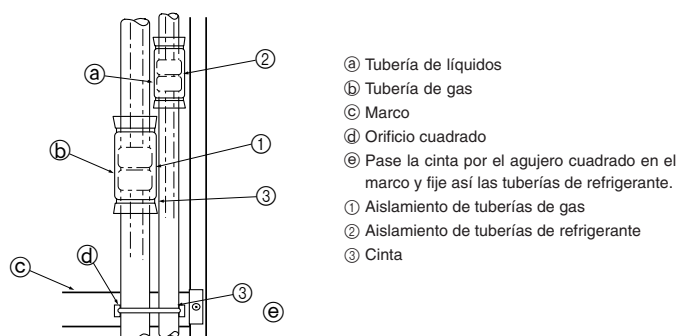

Fig. 4-5
Aísle completamente las uniones abocardadas ① y ② de los tubos de gas y refrigerante. Si alguna parte de las juntas queda expuesta puede haber condensación y goteo. (Fig. 4-5)
- Fije el aislamiento de la tubería de gas ① y el aislamiento de la tubería de refrigerante ② en ambos extremos para que no se deslicen y alinéelos uno con el otro.
- Una vez instalado el aislante utilice una cinta ③ para fijar el tubo de refrigerante al marco (junto a la sección de junta de tubos). Esto evitará que el tubo de refrigerante se levante fuera del marco.